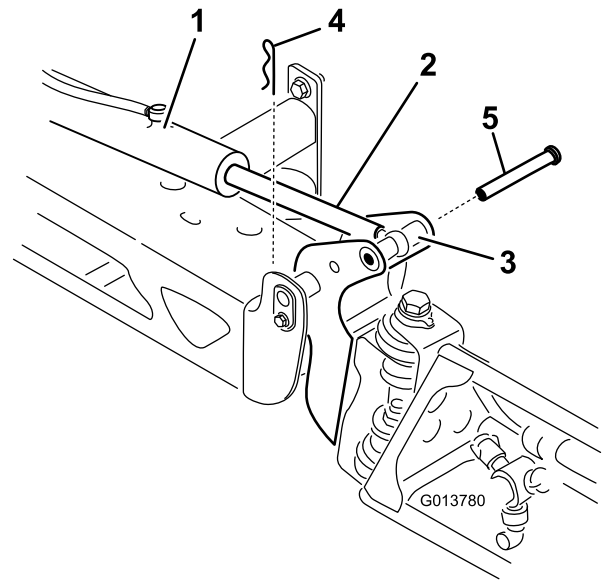

Bild 71
2. Nehmen Sie die Splint vom Lastösenbolzen ab (Bild 71).
3. Heben Sie den Abschnitt an und nehmen Sie den Lastösenbolzen ab, senken Sie den Abschnitt dann langsam auf den Boden ab (Bild 71).
7. Stützen Sie den Sprühabschnitt ab und stecken Sie den Lastösenbolzen durch das Auslegerscharnier und die Aktuatorstange (Bild 71).